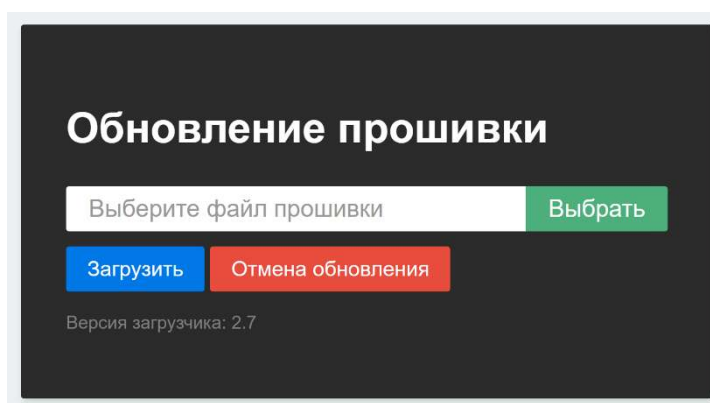

Рис. 8 Окно обновления прошивки
**6.6.2.** Через некоторое время автоматически откроется окно «Обновление прошивки», представленное на Рис. 8.